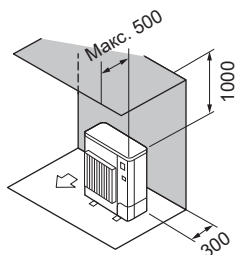

Fig. 2-8
- ② Кедергілер тек артқы және одан жоғарыда (Fig. 2-8)